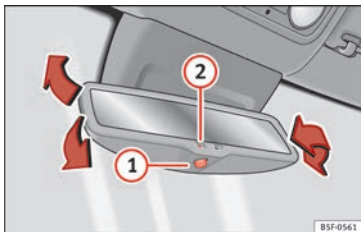

Bild 19 Backspegel med automatiskt bländskydd.
- Slå på den automatiska bländskyddsfunktionen: Tryck in knappen **1** » **bild 19**. **2**